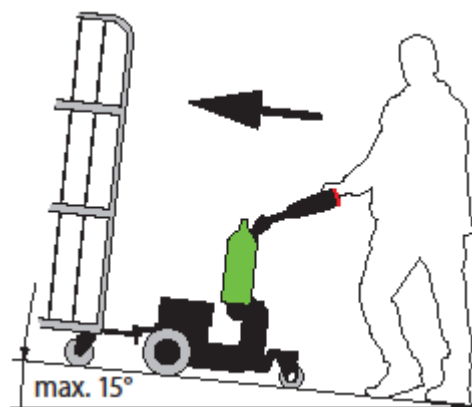

Fig.8
- Le Movexx a aussi une fonction de blocage, c'est utile si devez déplacer le chariot vers le haut. Dans ce genre de situations, il faut seulement déplacer la combinaison en position poussée (seulement si la machine a un frein). Le chariot étant donc devant vous. (Figure 8)